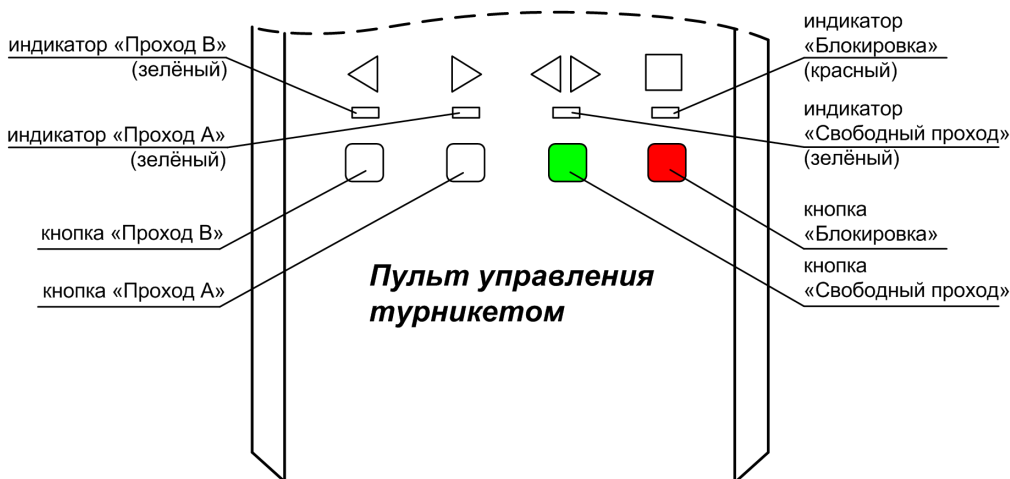

Рис.3 Пульт управления турникетом
Пульт управления турникетом (рис.3) предназначен для ручного дистанционного управления турникетом. Имеет четыре кнопки для включения (отключения) следующих режимов турникета (в порядке приоритета):
- в режиме «Ожидания» нажмите и удерживайте на пульте кнопку «►» («Проход А») (рис.3). Засветится зелёным соответствующий индикатор состояния турникета – разрешен однократный проход, проверните планки, отпустите кнопку. Соответствующий индикатор состояния турникета засветится красным – турникет снова в режиме «Ожидания»;